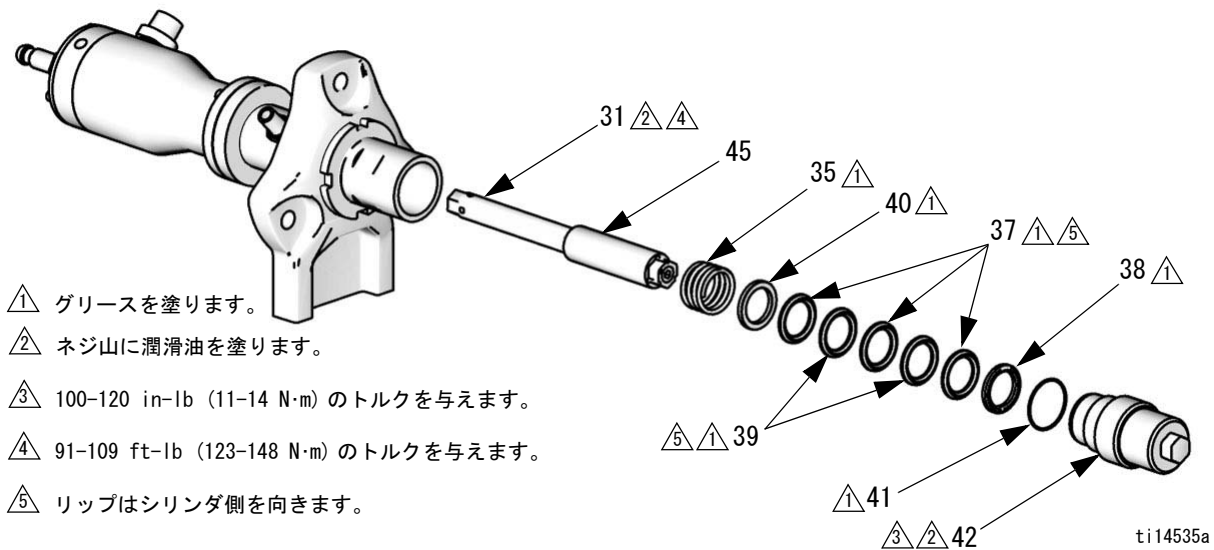

図 14. ピストンV-パッキン
5. ピストン/ロッドの組品をシリンダ (27) の下部から引っ張りだします。
6. **V-パッキンモデル**：ピストンパッキン (37、39)、パッキン押さえ (38、40)、およびスプリング (35) を取り外します。図 14、ページ 16、を参照してください。